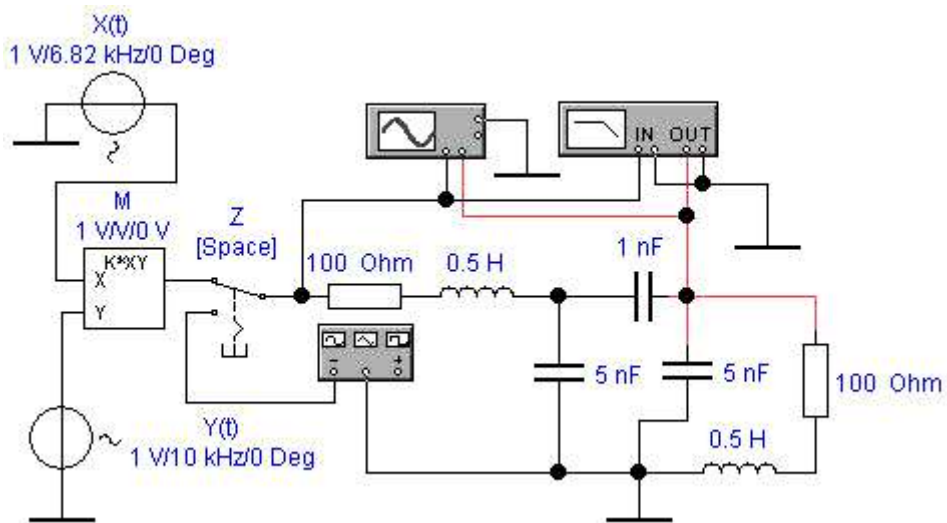

Рисунок 3.1. Схема преобразователя частоты.
- Открыть файл L2 1.ewb (рис. 3.1).